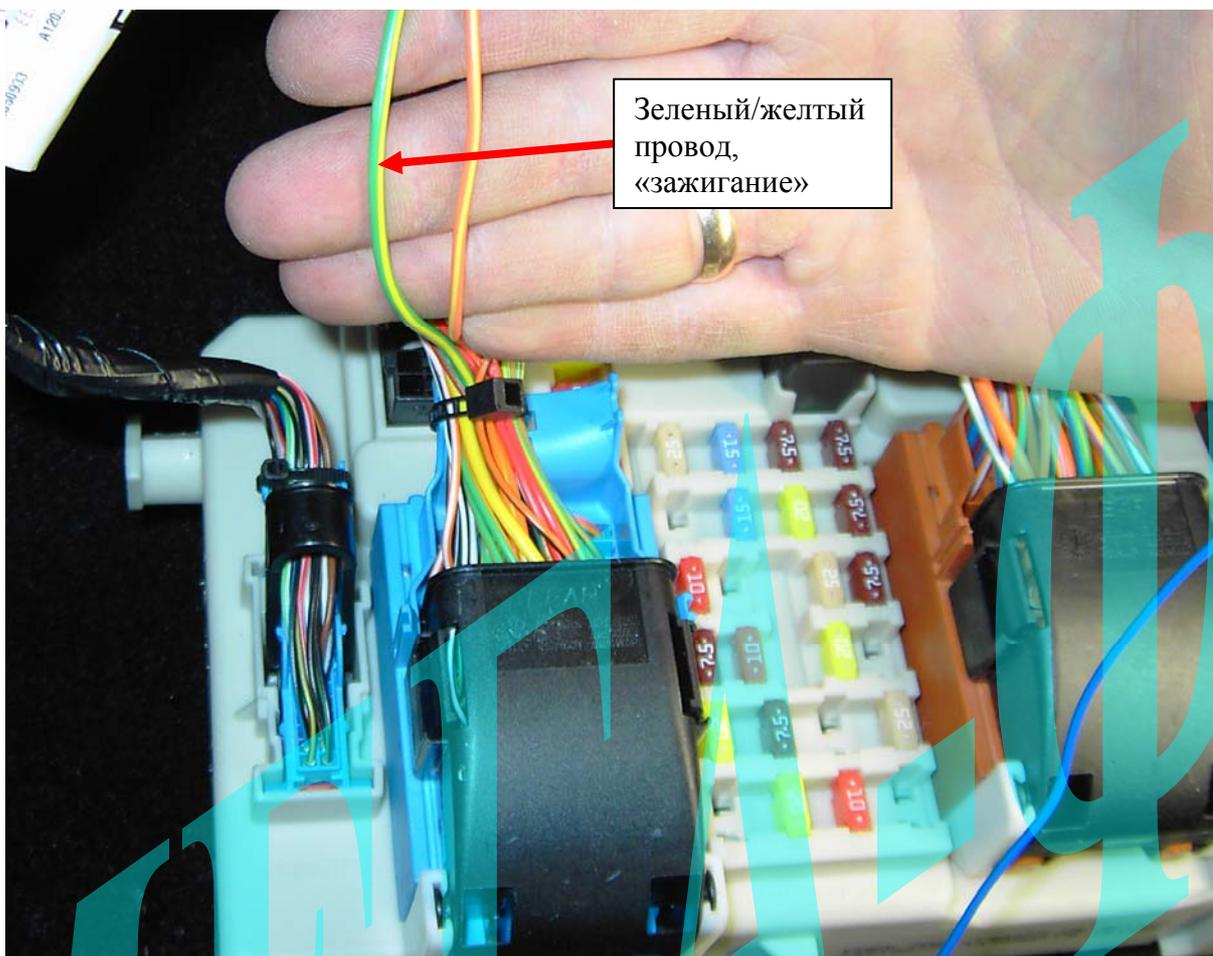

Рис. 3: Подключение зажигания.
Для подключения цепи зажигания требуется зеленый провод разъема CN3 системы Scher-Khan Magicar 6 подключить к зеленому/желтому проводу голубого разъема монтажного блока. См. рис. 3. Также зеленый провод («вход зажигания») разъема CN3 системы Scher-Khan Magicar 6 (B) можно подключить к желтому/зеленому проводу жгута замка зажигания.